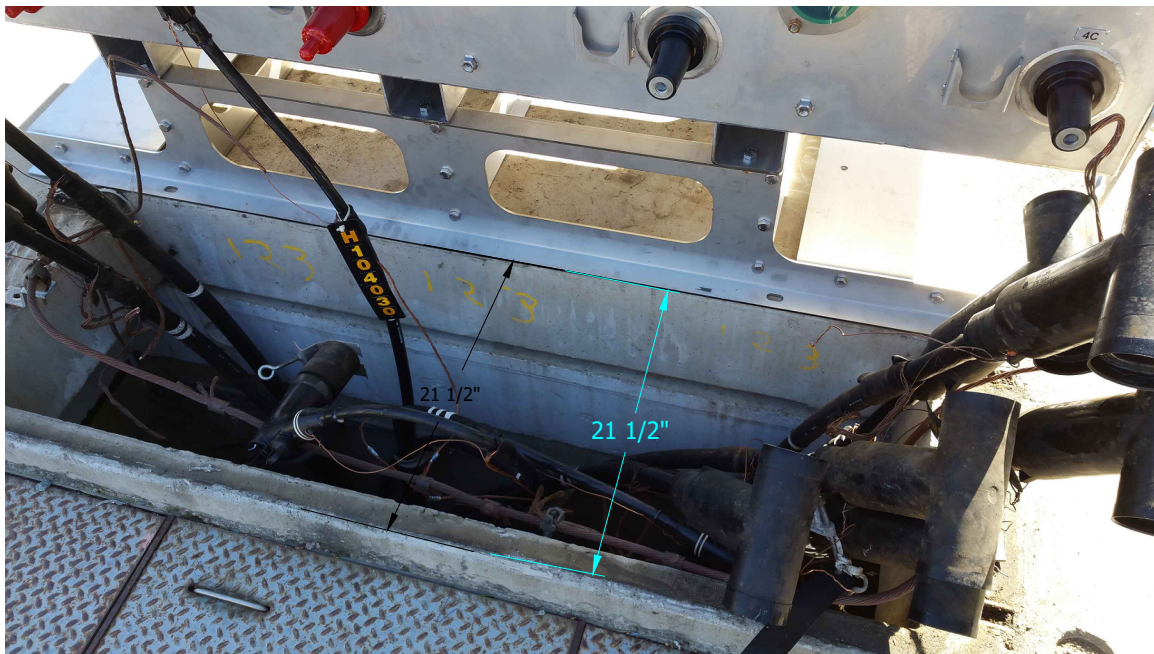

FIGURE 40 Ⓓ
- Ⓓ MOTOR OPERATOR LINKAGE REQUIRES 20 INCHES OF SPACE IN THE OPEN POSITION TO NOT IMPACT THE PADMOUNT ENCLOSURE DOORS. LEAVE 21 1/2 INCHES FROM THE FACE OF THE SWITCH TO THE PADMOUNT ENCLOSURE DOORS. SEE FIGURE 40.